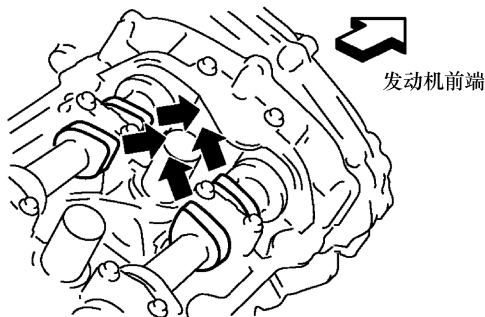

图 3-19 旋转曲轴对齐方向
① 确定处于 1 号气缸压缩行程上止点。
b. 确认如图 3-19 所示定位的 1 号气缸(气缸侧体一发动机前端)上的进气和排气凸轮尖端。
c. 如果没有, 请按图 3-19 所示方向旋转曲轴一圈(360°)并对齐。